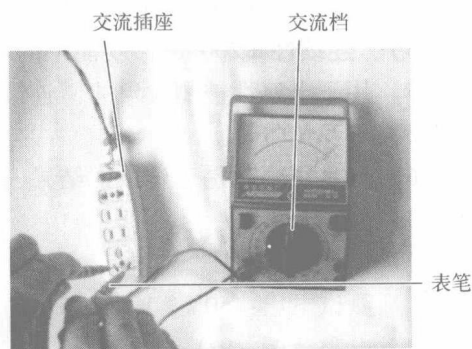

图 1-14 交流电压的测量
(5) 交流电压的测量 测量交流电压与测量直流电压基本相同,不同的是只要把万用表调在交流档即可。交流电压的测量如图 1-14 所示。